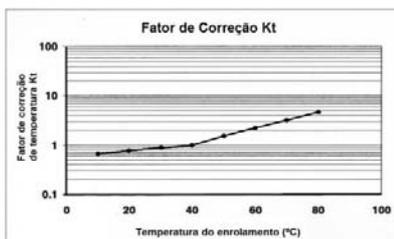

Figura 4.3: Fator de correção da resistência de isolamento em função da temperatura
A resistência de isolamento medida nos enrolamentos deve ser convertida para 40°C, utilizando o fator de correção fornecido na Figura 4.3 (norma IEEE43) e aplicando na seguinte fórmula:
**Kt** = Fator de correção da resistência de isolamento em função da temperatura, conforme Figura 4.3,
Os valores utilizados para gerar a curva da Figura 4.3 são mostrados na Tabela 4.2.